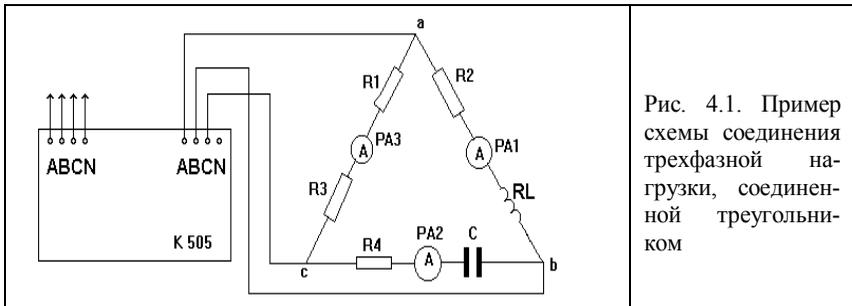
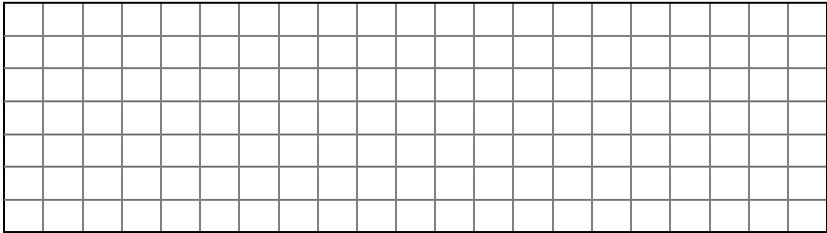

Рис. 4.1. Пример схемы соединения трехфазной нагрузки, соединенной треугольником
Рис. 4.2. Сетка для схемы измерения параметров трехфазной активно-реактивной нагрузки, соединенной в треугольник
2. Составить и изобразить в рабочей тетради (сетка для рис. 4.2) одну из разновидностей схем включения сопротивлений в трехфазную сеть или внести изменения в схеме, представленной в качестве примера на рис. 4.1.